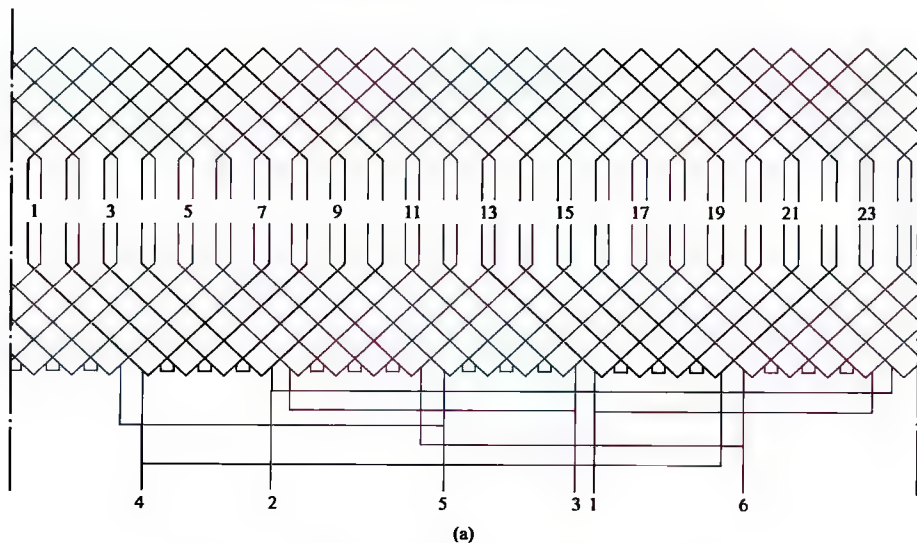

图2-1 24槽4/2极、 $\Delta/2Y$ 接法绕组（一）
1. 24槽4/2极、 $\Delta/2Y$ 接法绕组展开图、接线圆图与接线简图（见图2-1）